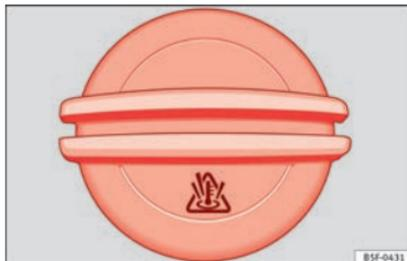

Abb. 110 Im Motorraum: Deckel des Motorkühlmittelausgleichbehälters.
- Der Ausgleichsbehälter des Motorkühlmittels ist am Symbol  auf dem Deckel erkennbar **» Abb. 110.**